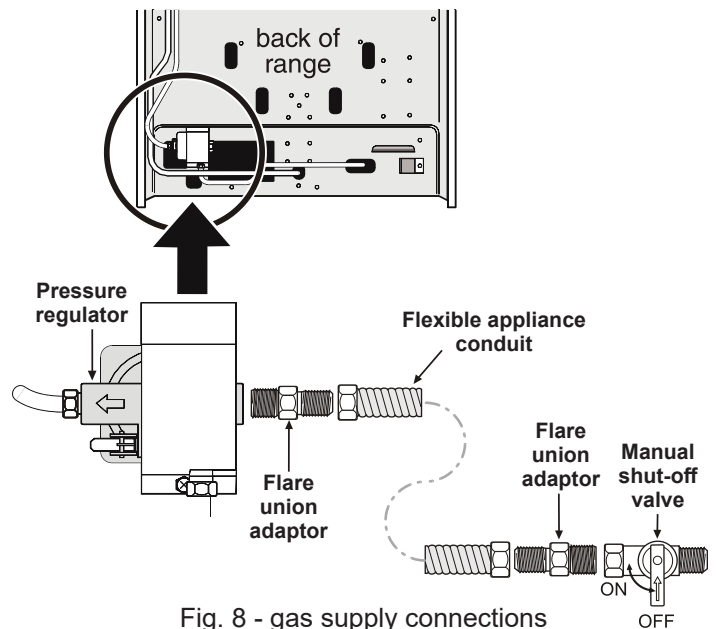

Fig. 8 - gas supply connections
- Instale una válvula manual externa para cierre de gas hacia la línea de suministro de gas que tenga una ubicación de fácil acceso fuera de la cocina. Asegúrese de conocer dónde y cómo se cierra el suministro de gas hacia la cocina (Vea Fig. 8).
- Instale un adaptador para unión de campana de 1/2" hacia el válvula manual del unidad usado NO MAS DE 15pies/lbs de torque. (Vea Fig. 8).
- d. Instale el adaptador de la unión de campana hacia la válvula manual externa de cierre (Vea Fig. 8).
- e. Conecte el flexible conducto a la unión de campana en la válvula manual externa de cierre (Vea Fig. 8).